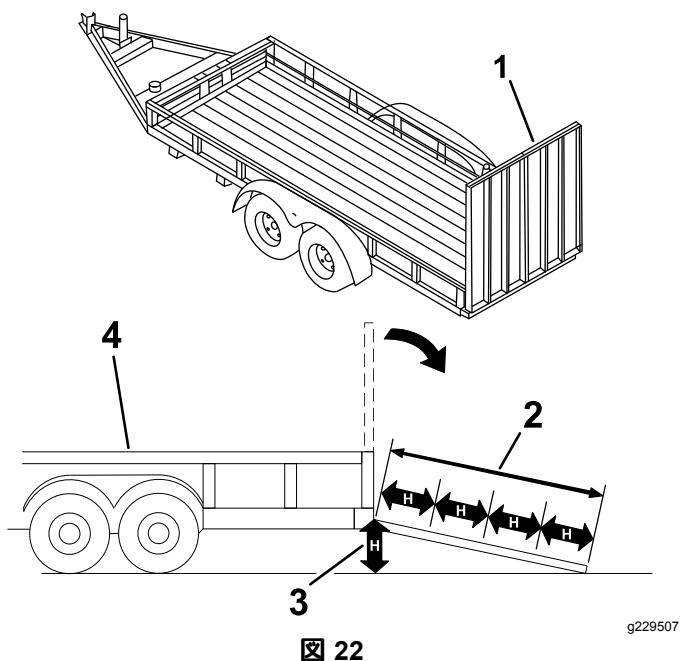

図 22
マシンをトレーラなどに搭載する作業は、機体を転倒させる危険をはらんでおり、万一そのような事故が起こると死亡事故など重大な人身事故となる図 22。
3. ランプ板を下ろす図 22。